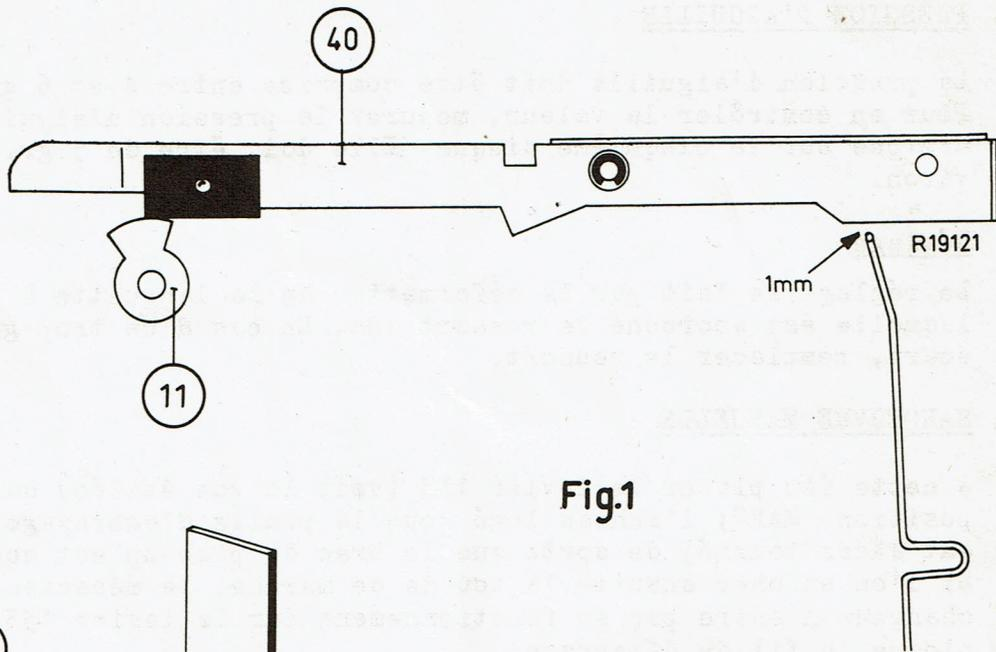

Fig.1
- b. Le bouton de marche étant enfoncé, le fil de démarrage doit se trouver à 1 mm au minimum du palpeur (voir la fig. 1).